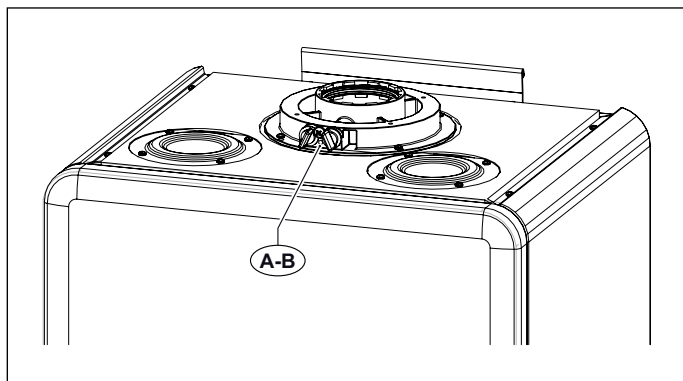
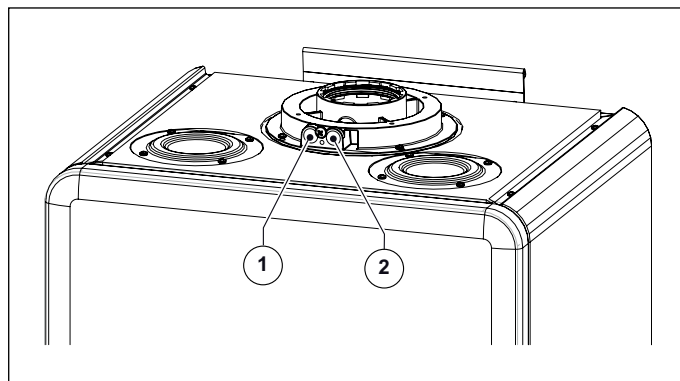

Рис. 13 Положення заглушок
Рис. 14 Положення отворів
На котлі є патрубок для підключення до системи забору повітря/димовідведення (дивись Рис. 13 Положення заглушок та Рис. 14 Положення отворів).
В патрубок передбачено два отвори для прямого доступу до повітря, що йде на згоряння, та до димових газів (дивись Рис. 14 Положення отворів).
Для проведення вимірів необхідно зняти заглушки **A** та **B** з отворів на патрубку (дивись Рис. 13 Положення заглушок).
- замір температури повітря що йде на горіння **1** (дивись Рис. 14 Положення отворів).
- оцініть температуру димових газів та CO₂ з отвору **2** (див. Рис. 14 Положення отворів).